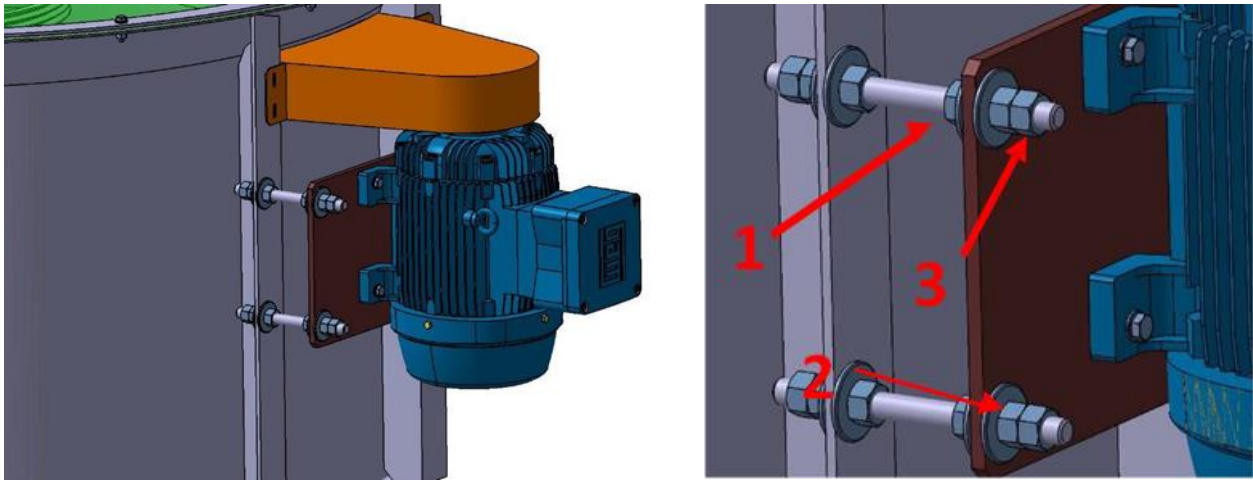

Рисунок 5-2: Регулировка натяжения ремня вентиляторов моделей GFF-01, GFF-04, TFF-09 и TFF-12
1. Ослабьте затяжку контргаяк (1 и 3, Рисунок 5-2) на четырех сторона пластины основания двигателя.
2. Изменяя затяжку гаяк (2), сдвиньте два узла шкивов ближе или дальше друг от друга, уменьшая или увеличивая натяжение ремня соответственно.